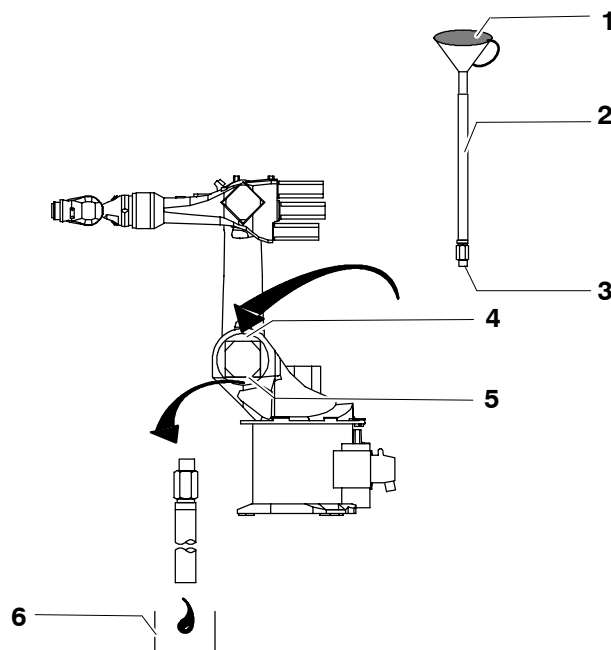

Fig. 100 Vidange d'huile de l'axe 2
Pour la vidange et le remplissage d'huile, utiliser un flexible (Fig. 100/2) d'une longueur approximative de 1 m avec raccord droit M18x1,5 (3) et pour le remplissage, un entonnoir (1) adapté à l'extrémité libre du flexible (2).
- (1) Dévisser la vis de fermeture (5).
- (2) Visser le flexible d'évacuation et poser le récipient (6) sous le flexible.
- (3) Dévisser la vis de fermeture (4) et collecter l'huile qui s'écoule.